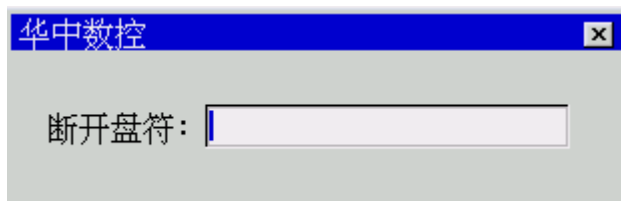

图 7.3.1 断开网络路径
- (2) 按 **Enter** 键，弹出如图 7.3.1 所示断开网络路径输入框；